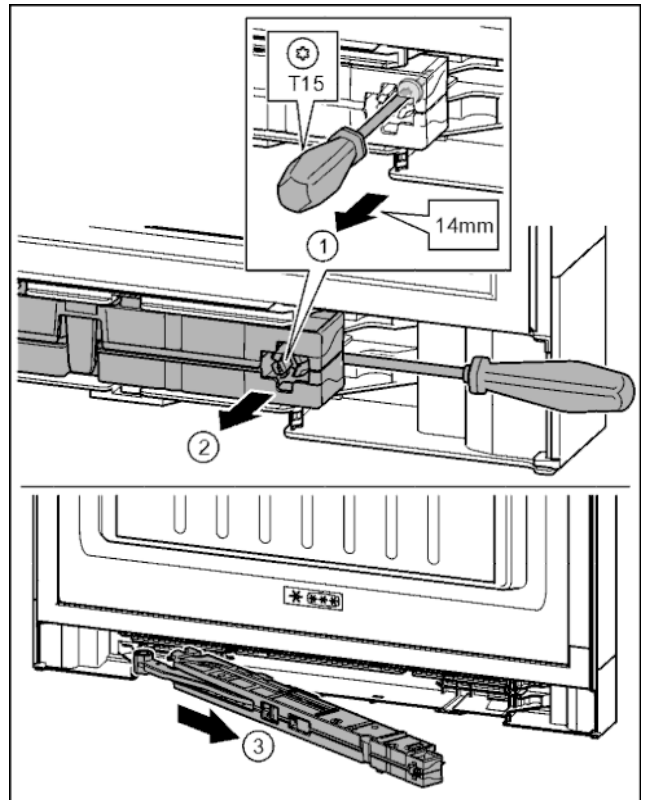

Fig. 17
- Ослабить винт на узле амортизатора с помощью отвертки T15 на ок. 14 мм. Fig. 17 (1)
- Переместить отвертку со стороны ручки за узел амортизатора. Повернуть узел вперед. Fig. 17 (2)
- Вытащить узел амортизатора. Fig. 17 (3)